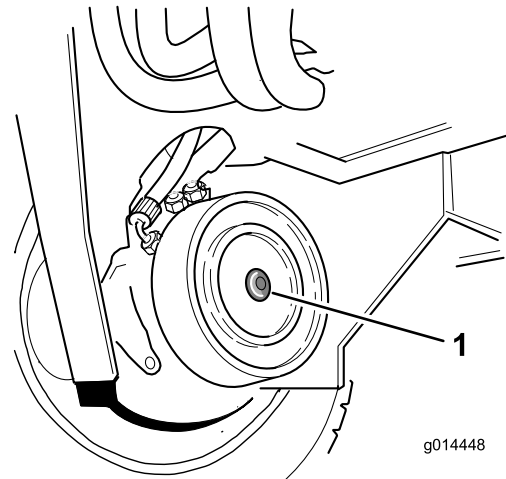

Figure 62
2. Identifiez le frein à disque du moteur de roue avant droite et enlevez le bouchon hexagonal (Figure 62).